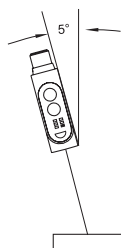

Fig. 6 Objets réfléchissants
- En cas de surfaces fortement réfléchissantes ou brillantes, incliner le capteur d'env. 5 ° par rapport à la surface de l'objet (Fig. 6).